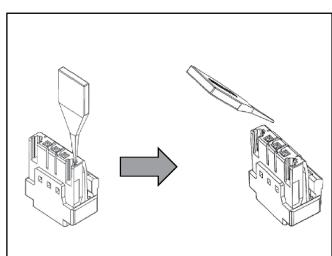

图3
- (3) 倾斜编码键的手柄，折断编码键的头部，然后取出。（图3）